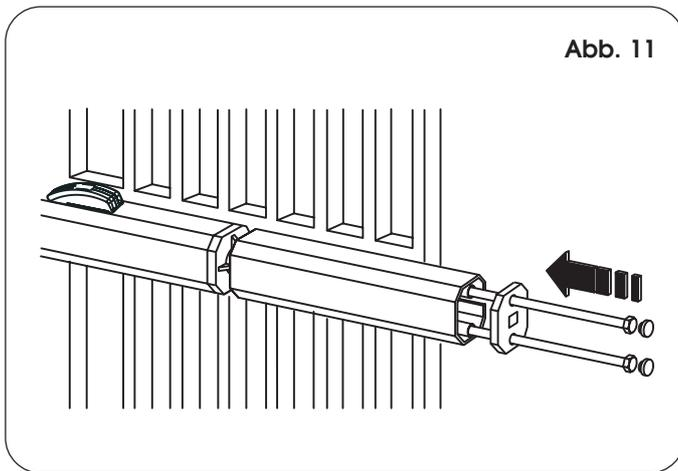
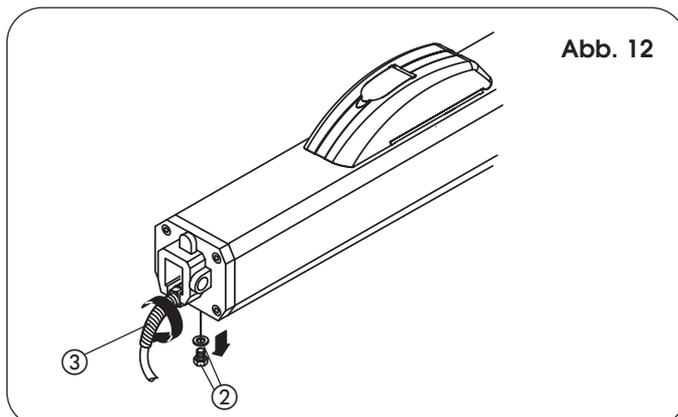

Abb. 11
Abb. 12
- 12) Das Schutzgehäuse vorbereiten und am Antrieb anbringen, siehe Abb. 11. Den Biegeschutz für Stromkabel montieren (Bez. ③, Abb. 12).
- Die Entlüftungsschraube entfernen (Abb. 12 Bez. ②).